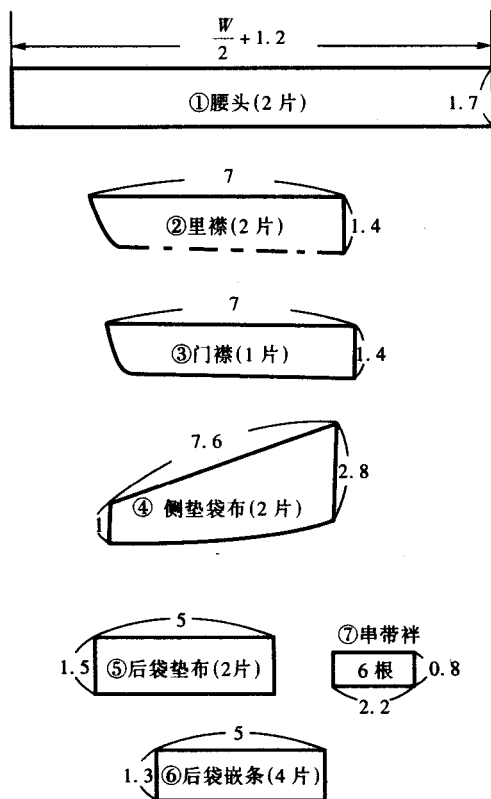

图 2-3-4
⑪大裆弯弧线：连接臀围宽点和大裆弯宽点，过对角线的 $\frac{1}{3}$ 点画大裆弯弧线。
⑫下裆线：折边线处由前裤片放出 0.6 寸，中裆线处放出 0.6 寸取点，直线连接两点，再曲线连接至大裆弯宽点，得下裆线。
(3) 主要零部件裁剪方法 (图 2-3-4)
①裤腰头：双层料，长为 $\frac{W}{2}+1.2$ 寸，宽 1.7 寸（包括缝份），缝合后净宽 1.2 寸。
②里襟：双层料，长 7 寸，宽 1.4 寸（前门襟绗拉链）。
③门襟：单层料，长 7 寸，宽 1.4 寸。
④侧垫袋布：上宽 2.8 寸，下宽 1 寸，里侧为斜纱，外侧随前裤片侧缝造型。
⑤后袋垫布：长 5 寸，宽 1.5 寸。
⑥后袋嵌条：长 5 寸，宽 1.3 寸。
⑦串带袢：长 2.2 寸，宽 0.8 寸。